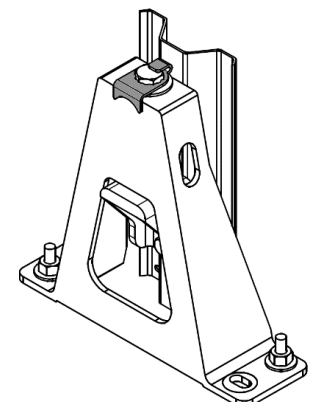

Figura 6b: Pinza de retención (sombreada) sobre el perno.
17. Deje caer la pinza de retención en su lugar sobre el perno como se muestra en la **Figura 6b**.